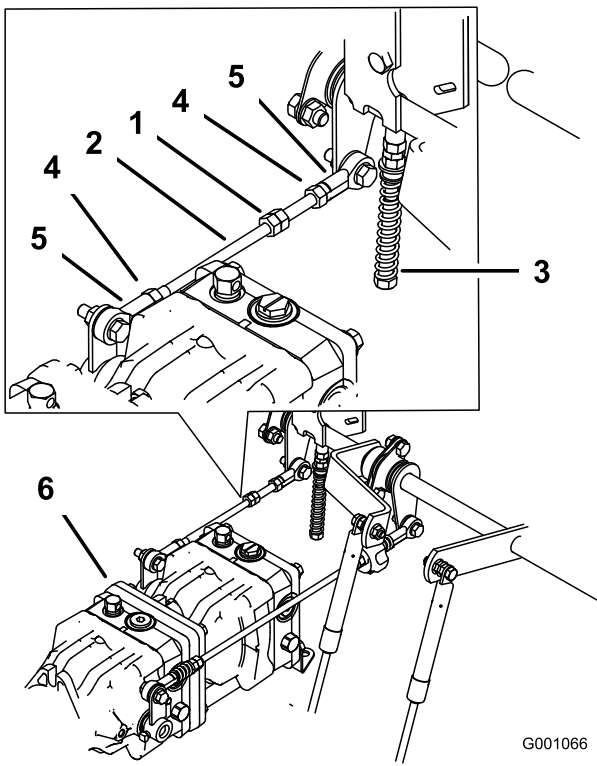

Bild 79
1. Lockern Sie die Sicherungsmuttern an den Kugelgelenken der Pumpensteuerungsstange (Bild 79).
3. Stellen Sie die Länge der Pumpstange ein, indem Sie die Doppelmutter an der Stange so weit in die entsprechende Richtung drehen, bis das Rad stillsteht oder sich leicht zurückdreht (Bild 79).
6. Ziehen Sie die Klemmmuttern an den Kugelgelenken fest (Bild 79).